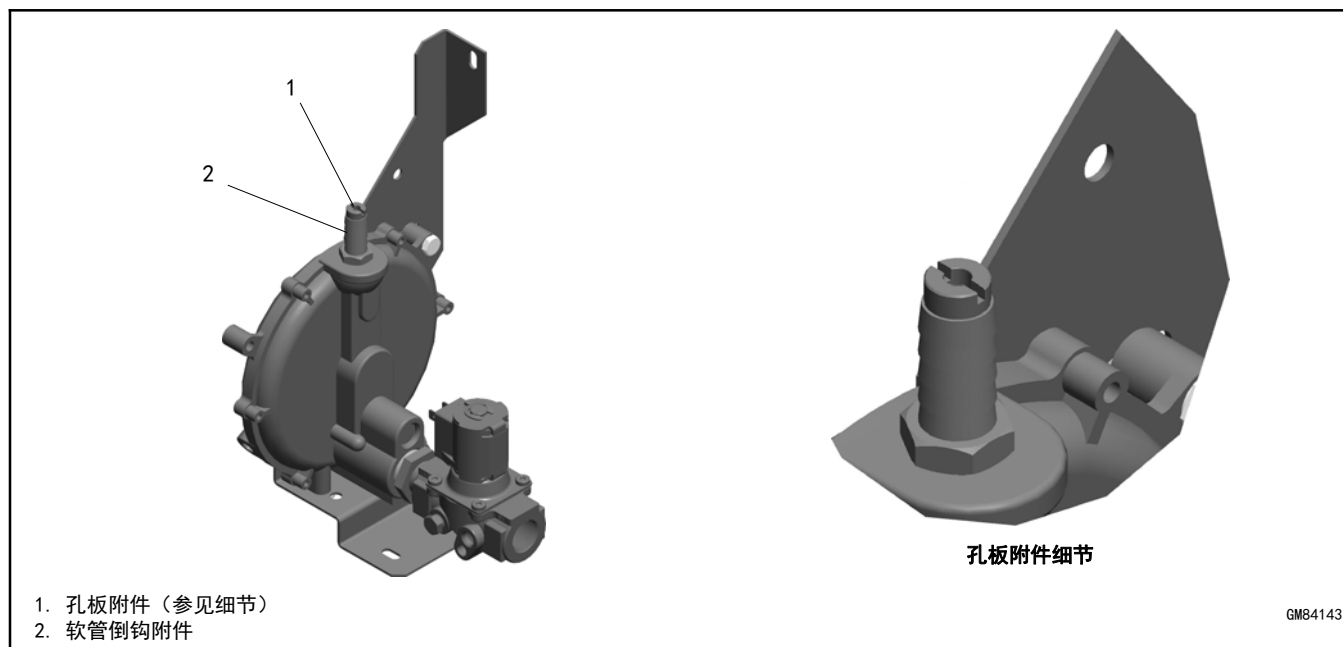

图 1-12 显示孔板附件的燃料系统 (2014年6月26日之后制造) 14RESA/RESAL
6. 使用一字螺丝刀把 NG 孔板从软管附件中卸下。请参阅图 1-12。